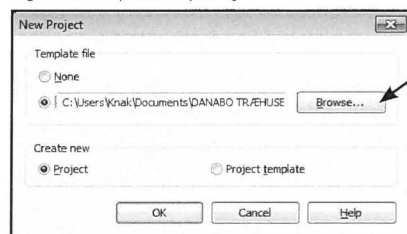

Fig. 02.04. Vælg mellem *Templates*.
- Nu åbnes dialog boksen *New - Project*. Her kan man klikke på *Browse...* (Fig. 02.04) og finde frem til den *Template* man i stedet ønsker at anvende.
- Klikkes derefter på *OK*, når markeringen står i *Create new Project* (Fig. 02.04), åbnes et nyt *Project*, med udgangspunkt i den valgte *Template*.